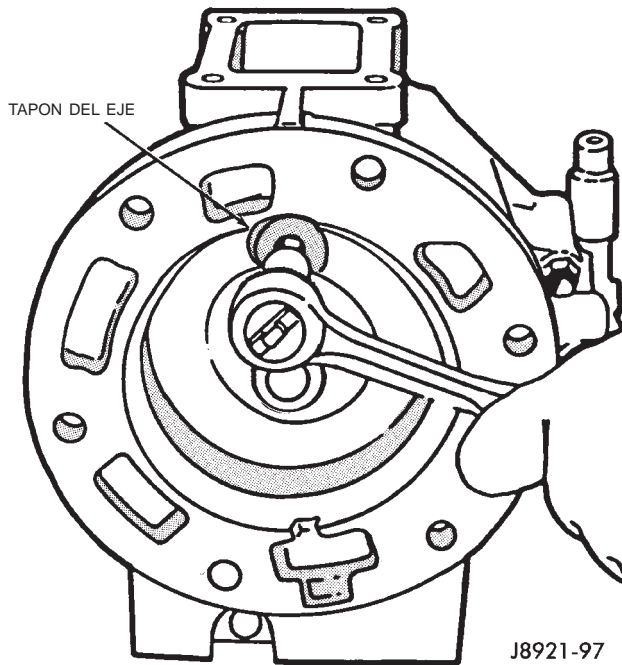

Fig. 42 Instalación del tapón del eje del brazo de cambios
(14) Instale y apriete el tapón del eje del brazo de cambios con una torsión de 18 N·m (13 lbs. pie) (Fig. 42).